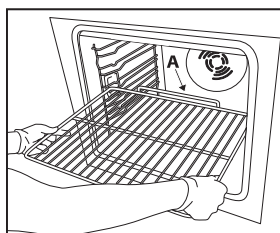

Fig. 1
1. Insérer la grille horizontalement, avec la partie rehaussée « A » orientée vers le haut (Fig. 1).